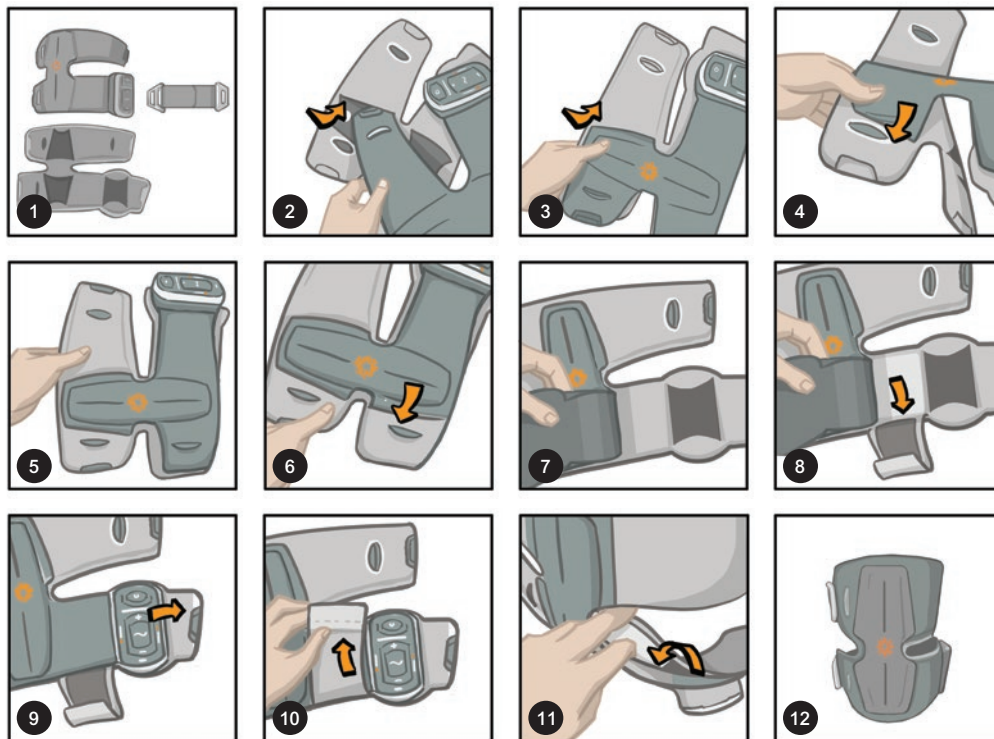

Figura 8-15: Fissaggio della protezione cosciale per uso domestico
1. Prima inserire il pannello superiore del cosciale per coscia nella protezione, quindi attaccare la tasca con il Velcro attorno al pannello inferiore (Figura 8-15).